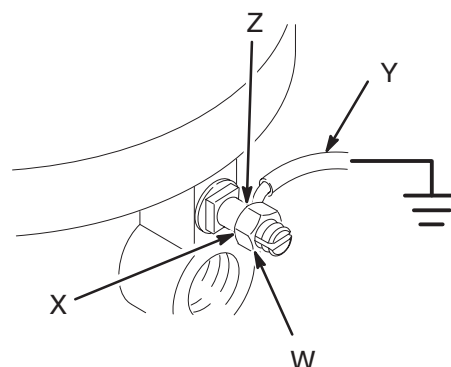

Fig. 1
- *Pump:* Använd en jordledning och klämma. Se Fig.1. Lossa muttern för jordningshylsan (W) och bricka (X). Stick in ena änden av en jordningskabel med minst 1,5 mm² tvärsnittsarea (Y) i skåran på hylsan och dra åt muttern ordentligt. Anslut kabelns andra ände till jord. Beställningsnummer för jordkabel och klämma är: 237569.